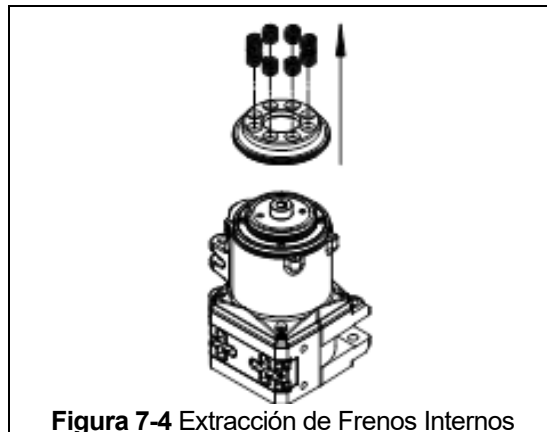

Figura 7-4 Extracción de Frenos Internos
- 4) Retire la cubierta del freno, el pistón del freno y los resortes de la caja de engranajes, como se muestra en la Figura 7-4.